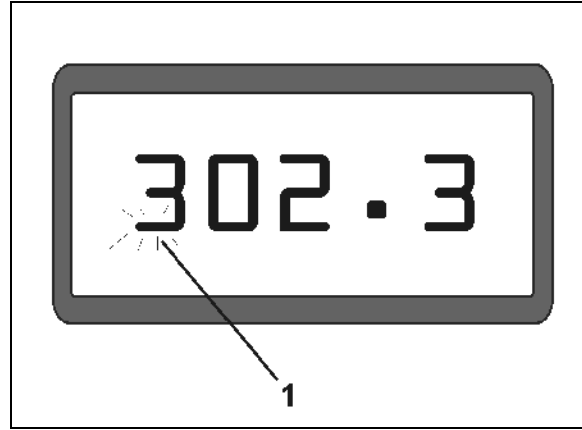

Fig. 2
- **Ekran (Fig. 2/1).**
Alt direk (Fig. 2/1) çalışma sırasında yanıp söner: